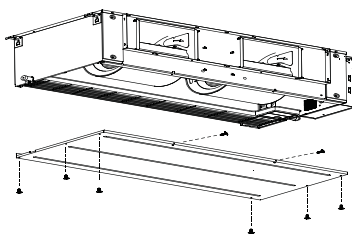

Рис. 35
1. Снимите нижнюю крышку, как показано на рис. 35.